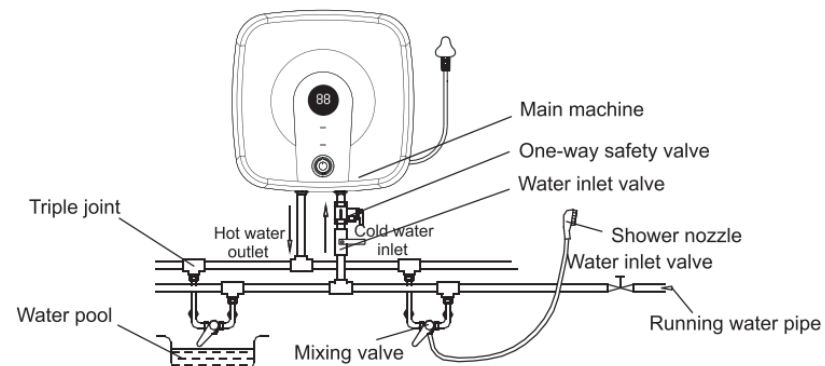

Fig.4
4. Daca utilizatorii doresc sa realizeze un sistem de alimentare multi-cai, consultati metoda prezentata in Fig.4 pentru conectarea conductelor.